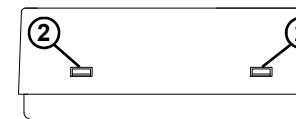

Fig. 2
1. Rimuovere la calotta plastica spostando verso l'interno, con l'aiuto di un utensile (Fig. 2), i due dentini plasticci (2) posti sul fianco destro.
- Remove plastic cover by moving to the inner side, through the use of a tool (Fig. 2), the two plastic teeth (2) located on the left side of the thermostat.